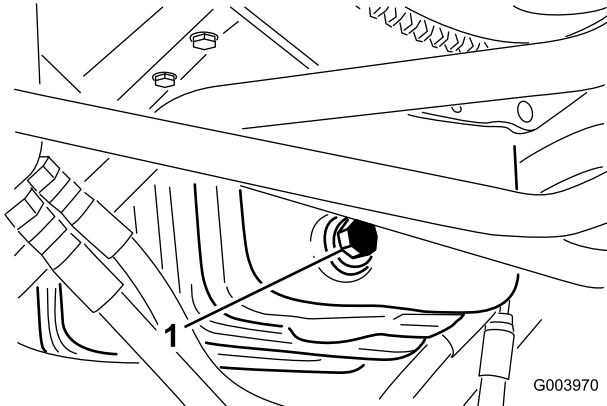

Bild 54
1. Entfernen Sie die Ablassschraube (Bild 54) und lassen Sie das Öl in die Auffangwanne ab.